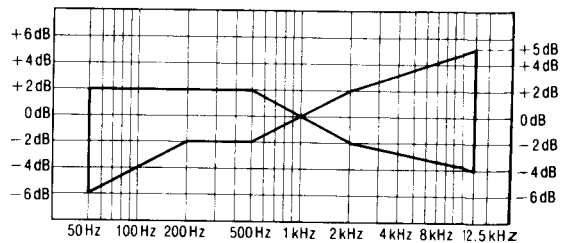

Abb. 8
5. Anschließend das auf der CrO2-Leerband-Cassette (QZZCRX) und der Reineisenband-Leercassette (QZZCRZ) aufgezeichnete Signal auf 12,5kHz erhöhen und auf gleiche Weise justieren, wie vorgehend beschrieben. Dann überprüfen, ob der Frequenzpegel innerhalb des in Abb. 8 gezeigten Bereichs liegt.